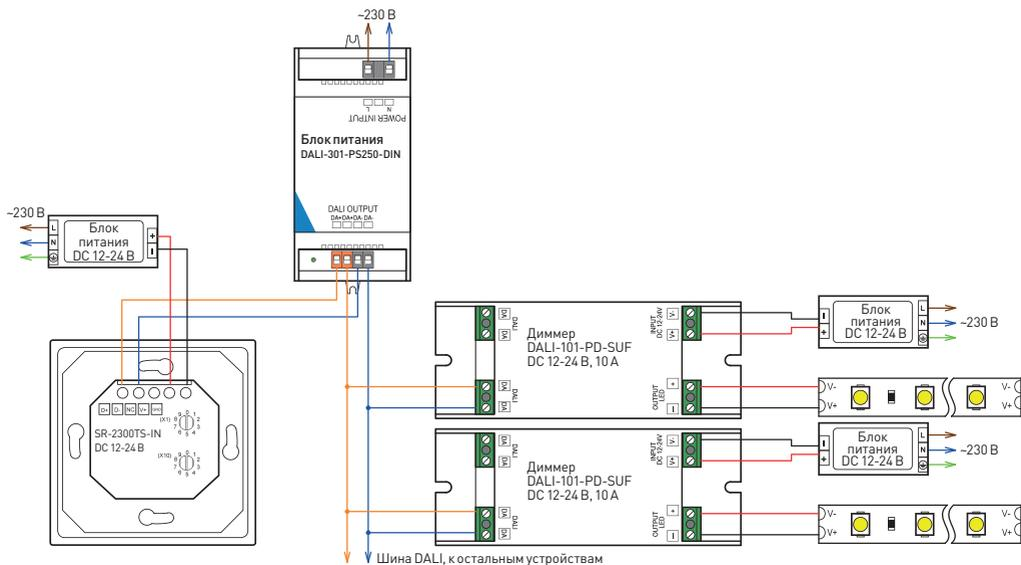

Рисунок 1. Подключение сенсорной панели DALI-901-11-ADDR-3SC-DIM-DT6-IN
- 3.2. Подключите провода от шины DALI к клеммам **DA+** и **DA-** сенсорной панели (рисунок 1).